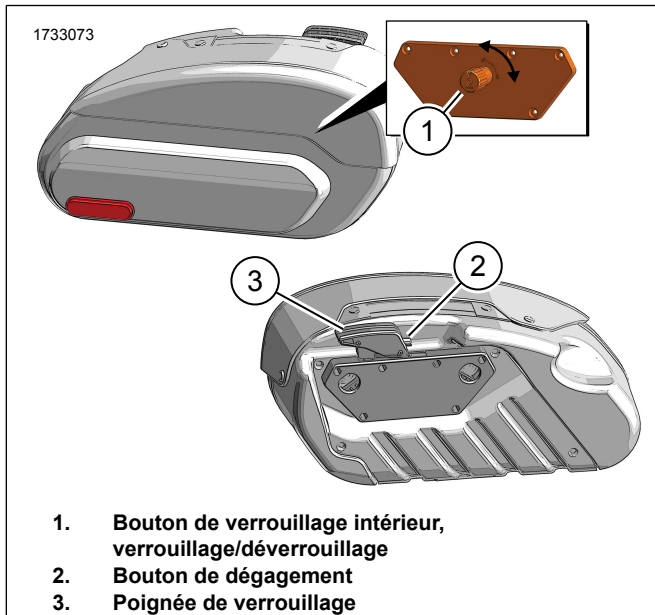

Figure 7. Verrouillage/déverrouillage
- a. Voir la figure 7. Ouvrir la sacoche, appuyer sur le bouton de verrouillage intérieur (1) et le faire pivoter à 90° pour mettre en position déverrouillée.
- b. Voir la figure 7. Appuyer sur le bouton de déverrouillage (2) et soulever la poignée de verrouillage (3).
1. Voir la figure 7. Appuyer sur le bouton de déverrouillage (2) et soulever la poignée de verrouillage (3).
4. Appuyer sur la poignée de verrouillage (3) pour fixer la sacoche au véhicule.
1. Voir la figure 7. Appuyer sur le bouton de poignée (2) et soulever la poignée de verrouillage (3).
1. Voir la figure 7. Verrouiller la sacoche sur le véhicule :
- a. Ouvrir la sacoche, appuyer sur le bouton de verrouillage intérieur (1) et le faire pivoter à 90° pour mettre en position verrouillée.
2. Voir la figure 7. Déverrouiller la sacoche sur le véhicule :
- a. Ouvrir la sacoche, appuyer sur le bouton de verrouillage intérieur (1) et le faire pivoter à 90° pour mettre en position déverrouillée.